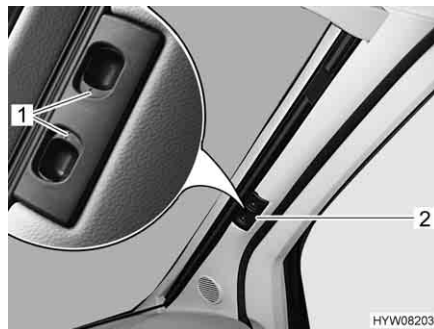

Bild 56 Faltschirm für die Frontscheibe
- Entriegelungsgriffe (Bild 56,1) zusammendrücken und gedrückt halten.
- Die Faltschirm für die Frontscheibe am Griff (Bild 56,2) zur Fenstermitte hin ziehen.
- Die beiden Hälften der Faltschirm für die Frontscheibe am Griff (Bild 56,2) bis zum Anschlag nach außen schieben. Griff dabei auf die Höhe der Verriegelungsaussparung anheben.
- Entriegelungsgriffe (Bild 56,1) loslassen und einrasten lassen.